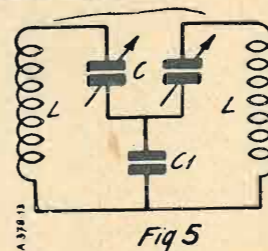

Fig 5
Anche questo dispositivo si trova spesso negli apparecchi commerciali. Esso è rappresentato dalla fig. 5, nella quale L e C sono gli elementi dei circuiti (1) e (2), accoppiati con la capacità comune C1.